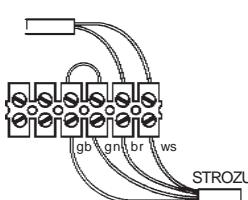

Fig. 8a
- Gummistopfen der Abzweigdose auf Kabel stecken, Kabel an Lüsterklemme anschliessen. Fig. 8a + b
- Kabel der Sicherheitselemente zur Abzweigdose führen und gemäss Fig. 8a + b anschliessen (nicht vorhandenes Element überbrücken).
- Mehrere Elemente können auf den leeren Klemmen angeschlossen werden. Durch Brücken analog Fig. 8a + b mit der STROZU verbinden.